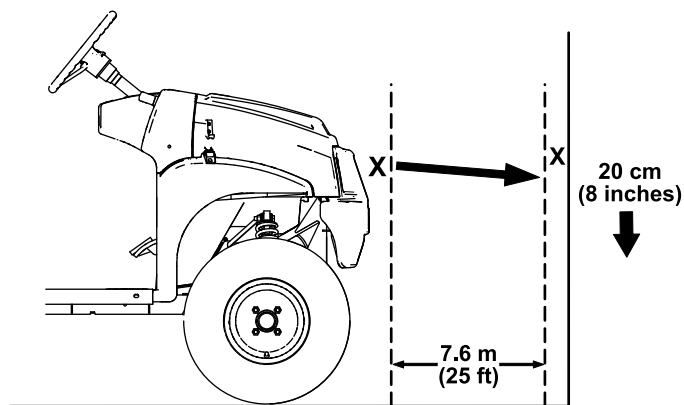

Figura 49
1. Estacione a máquina numa superfície nivelada com os faróis a cerca de 7,6 m de uma parede (Figura 49).
A parte mais brilhante do feixe do farol deve estar 20 cm abaixo da marca colocada na parede (Figura 49).